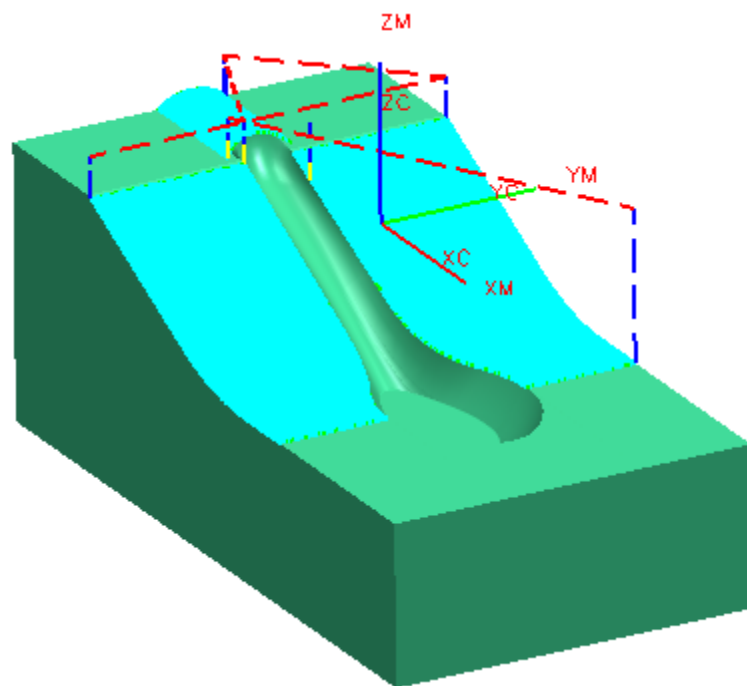

图 9-152
- 单击 ，生成如图 9-152 所示的刀轨，单击 O K。